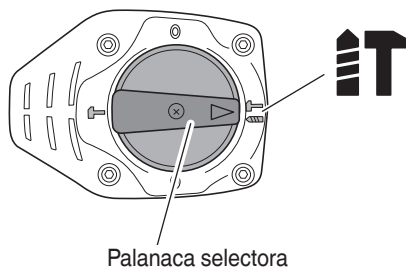

Fig. 7
- Alinee las marcas ▲ de la palanca selectora y ⚡ de la tapa de la manivela como se ilustra en la Fig. 7.